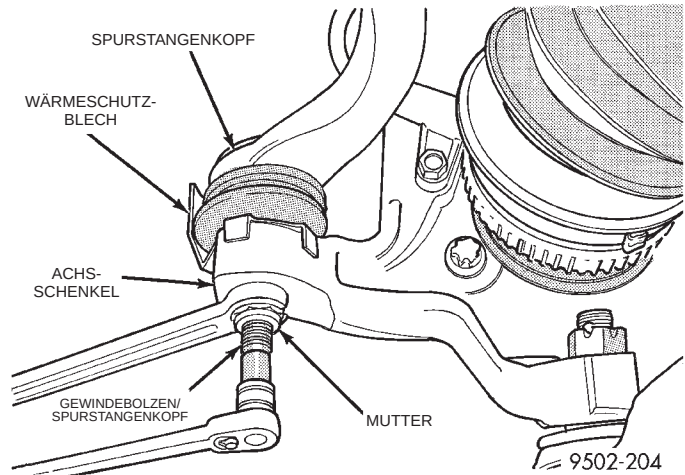
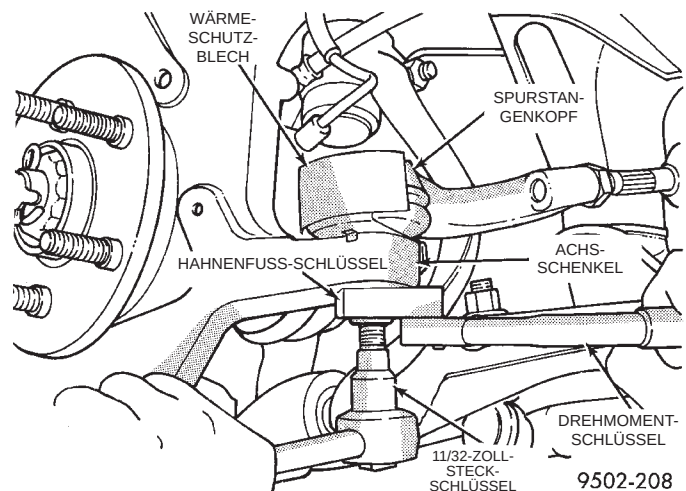

Abb. 44 Befestigungsmutter des Spurstangenkopfes
Abb. 52 Mutter des Spurstangenkopfes festziehen
- (8) Brems Scheibe von der Radnabe abbauen.
- (9) Die Mutter des Spurstangenkopfes vom Achsschenkel lösen (Abb. 44). **Die Mutter des Spurstangenkopfes nur nach der folgenden Anleitung lösen. Den Gewindebolzen des Spurstangenkopfes mit einem 11/32-Zoll-Steckschlüssel festhalten und die Mutter mit einem Ringschlüssel lösen (Abb. 44).**
blech montiert werden (Abb. 52). Andernfalls kann die Dichtung des Spurstangenkopfes durch starke Wärmeentwicklung der Bremsscheibe beschädigt werden.
(7) Spurstangenkopf in den Achsschenkel einbauen. Mutter von Hand auf den Spurstangenkopf aufschrauben. Gewindebolzen des Spurstangenkopfes festhalten und die Mutter anziehen (Abb. 44). Dann mit einem Hahnenfuß-Schlüssel und 11/32-Zoll-Steckschlüssel (Abb. 52) die Mutter am Spurstangenkopf mit einem Anzugsmoment von 61 N·m (45 ft. lbs.) festziehen.